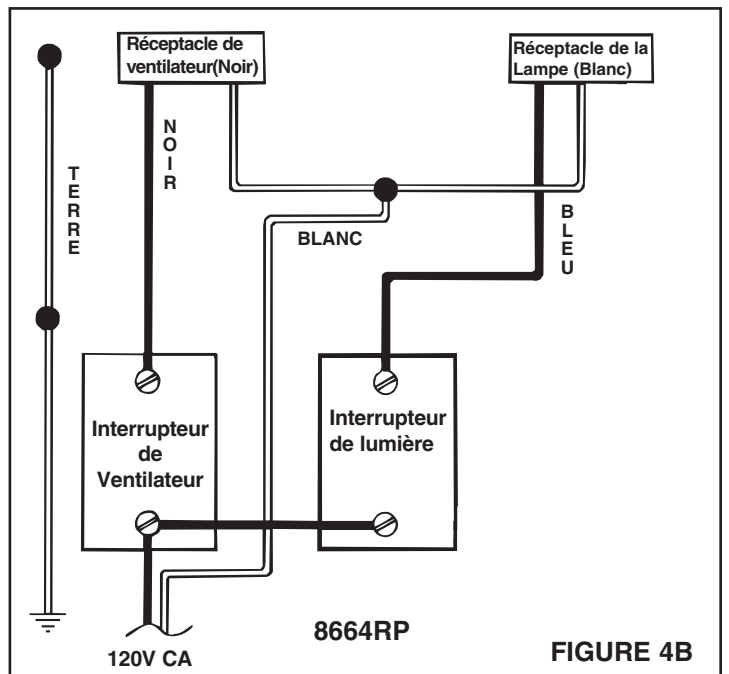

FIGURE 4B
- Voir Figure 4B. (pour le modèle 8664RP) Branchez les fils des réceptacles du ventilateur et de la lumière au fil blanc (neutre) du cloc d'alimentation. Branchez le fil noir du réceptacle du ventilateur (noir) au fil du commutateur du ventilateur. Branchez le fil bleu du réceptacle (bleu) de la lumière au fil du commutateur de la lumière.